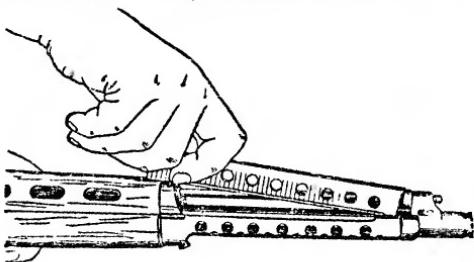

Рис. 64. Отделение верхнего кожуха
**3. Отделить верхний кожух:** правой рукой приподнять задний конец кожуха вверх (рис. 64) и, смешая его назад, отделить от ствола.